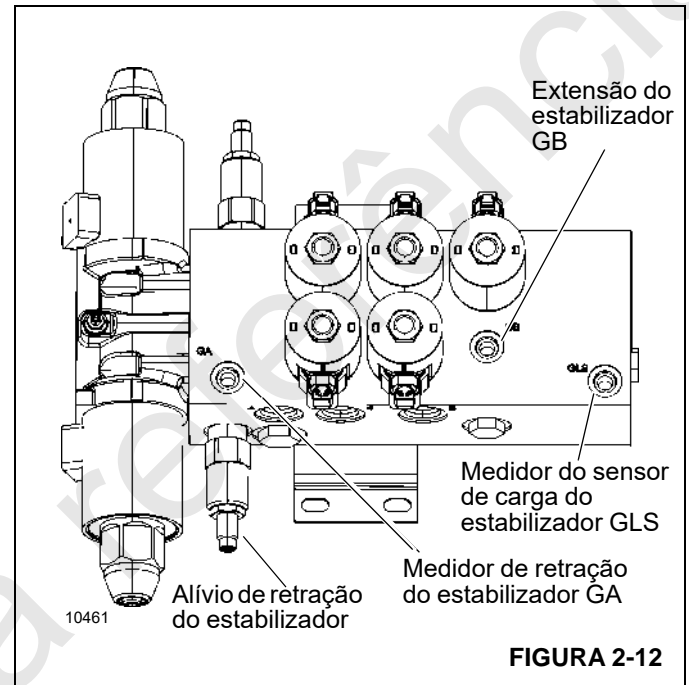

FIGURA 2-12
1. Instale um manômetro de mínimo de 345 bar (5000 psi) na entrada do medidor GB no coletor do estabilizador dianteiro frontal. Consulte a Figura 2-12.
O circuito de Retração do estabilizador tem uma válvula de alívio única na Válvula do estabilizador dianteiro com um ajuste conforme mostrado na Figura 2-12 e Tabela 2-3.